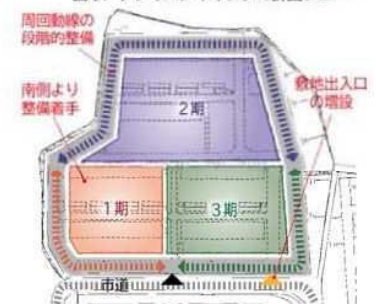

図6. Aブロック工程計画イメージ
■ **徹底した動線分離による工事期間中の安全性確保**【図6】